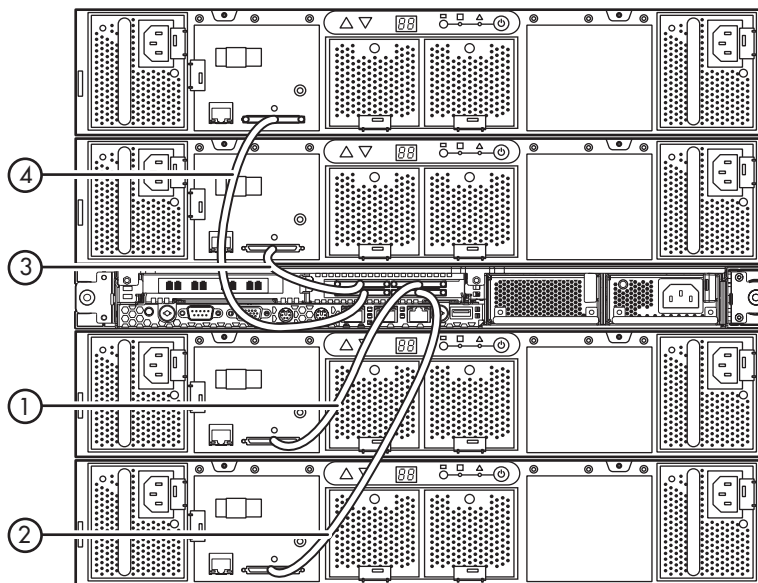

Figure 22 Connexions VHDCI entre les baies de stockage et le nœud
3. Reliez le connecteur VHDCI de chaque baie de stockage au connecteur VHDCI approprié du nœud (Figure 22).